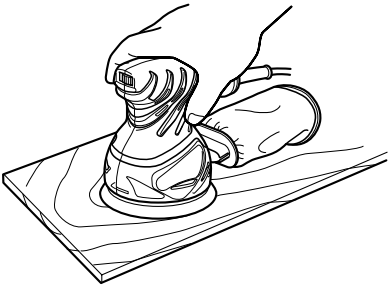

Fig. 6
- Mientras se agarra la lijadora, apretarla ligeramente contra la superficie a lijar de forma que el papel de lija toque uniformemente la superficie, como se muestra en la Fig. 6. No aplicar una fuerza excesiva sobre la lijadora al efectuar el trabajo. Una presión excesiva podría causar sobrecalentamientos en el motor, reducir la duración de servicio del papel de lija y disminuir la eficiencia del trabajo.